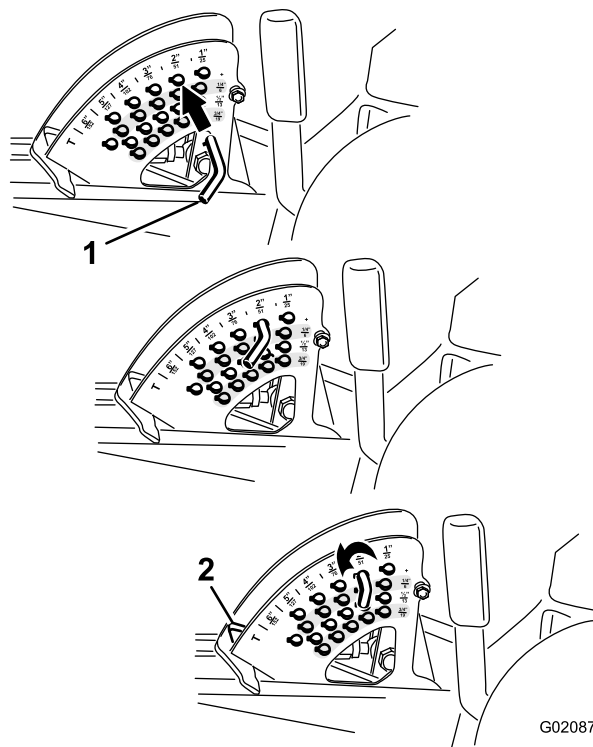

Bild 24
2. Drehen Sie den Anschlagstift so lange, bis der Rollstift innen mit den Schlitzern in den Löchern in der Schnitthöhenhalterung ausgefluchtet ist. Nehmen Sie ihn dann ab (Bild 24).
3. Wählen Sie ein Loch in der Schnitthöhenhalterung, das der gewünschten Schnitthöhe entspricht, stecken Sie den Stift ein und drehen Sie ihn nach unten, um ihn zu arretieren (Bild 24).
Hinweis: Es gibt vier Reihen der Lochpositionen (Bild 24). Die oberste Reihe ergibt die Schnitthöhe, die über dem Stift steht. Die zweite Reihe ergibt die Schnitthöhe plus 6 mm. Die dritte Reihe ergibt die Schnitthöhe plus 12 mm. Die unterste Reihe ergibt die Schnitthöhe plus 18 mm. Für die Stellung von 15,8 cm gibt es nur ein Loch, das in der zweiten Reihe ist. Mit diesem Loch werden nicht 6 mm den 15,2 cm hinzugefügt.